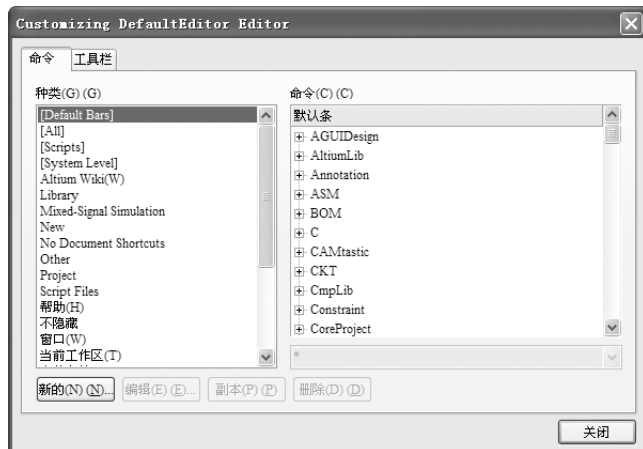

图 1-7 “Customizing DefaultEditor Editor” 对话框
- 11) “自定义”命令：用于自定义用户界面，如移动、删除、修改菜单栏或菜单选项，创建或修改快捷键等。选择该命令将弹出“Customizing DefaultEditor Editor”（定制原理图编辑器）对话框，如图 1-7 所示。